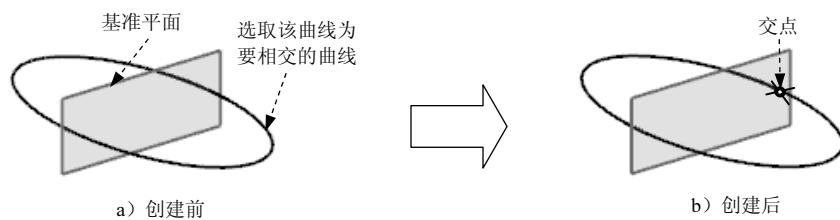

图 5.7.22 创建交点
“交点”命令可以通过用户指定的曲线与草图基准平面相交产生一个点。如图 5.7.22 所示的相交操作的步骤如下。
**Step 2** 进入草图环境。选择下拉菜单 **插入(S) → 在任务环境中绘制草图(U)...** 命令，系统弹出“创建草图”对话框，选取图 5.7.22 所示的基准平面为草图平面，单击对话框中的 **确定** 按钮，进入草图环境。